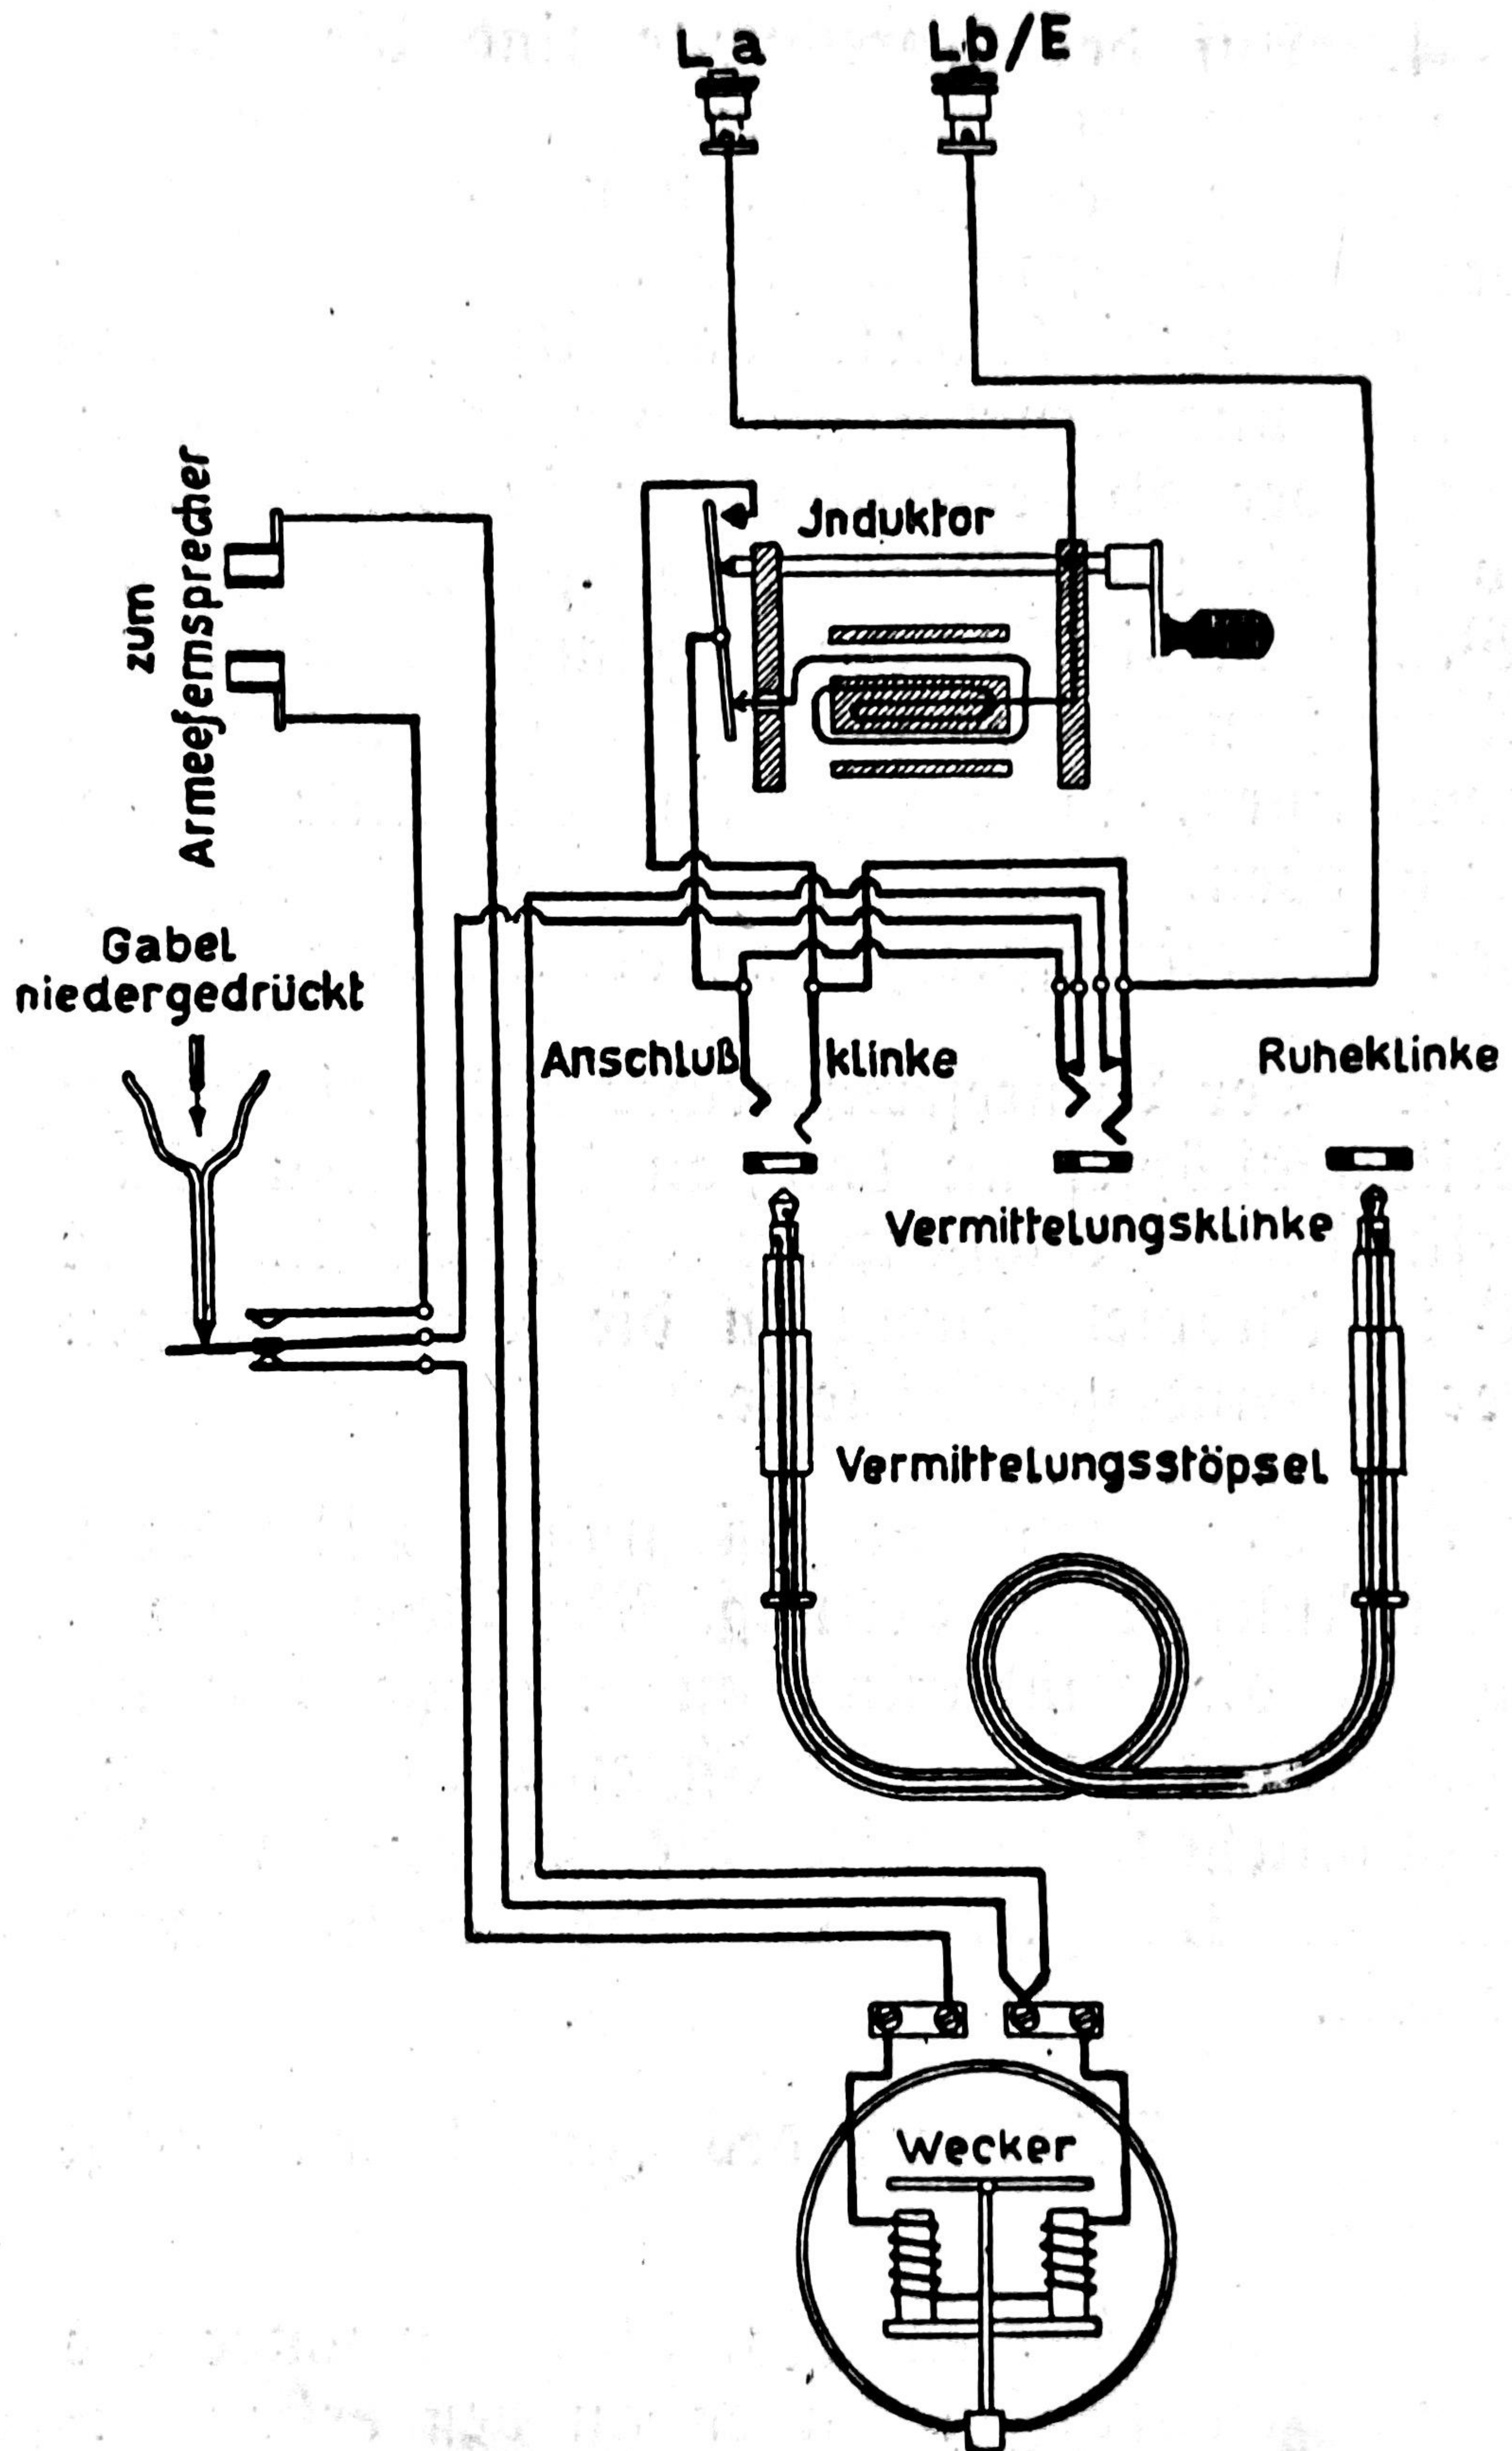

Bild 3.
7. Die Schaltung des Zusatzkastens zeigt Bild 3.